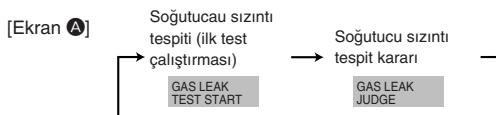

Fig. 8-2
- ② **[CLOCK]** düğmesine basın ve [GAS LEAK TEST START] (GAZ SIZİNTİ TESTİNİ BAŞLAT) seçeneğini seçin. (Fig. 8-2)